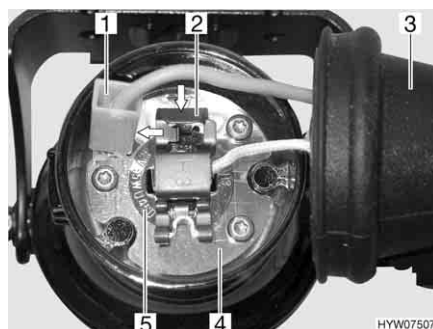

Bild 228 Nebelscheinwerfer
- Hinter den Nebelscheinwerfer greifen und Gummikappe (Bild 228,3) vom Lampengehäuse (Bild 228,4) ziehen.
- Minuskabel (Bild 228,1) vom Lampengehäuse ziehen.
- Halteklammer (Bild 228,2) zum Aushängen drücken und zur Seite schieben.
- Glühlampe (Bild 228,5) mit Kabel aus dem Lampengehäuse nehmen.